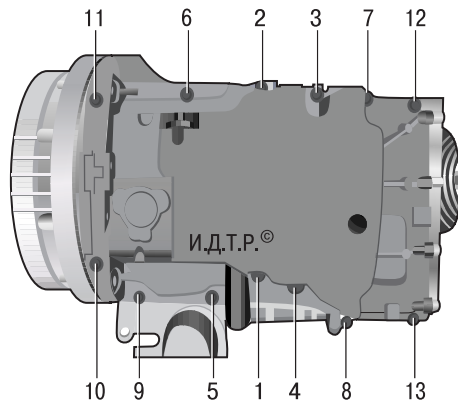

Рис. 5.34. Порядок затяжки болтов крепления масляного картера двигателей Duratec-HE объемом 2,0 и 2,3 л
10. Затяните болты крепления картера в порядке, указанном на рис. 5.34, в два этапа: